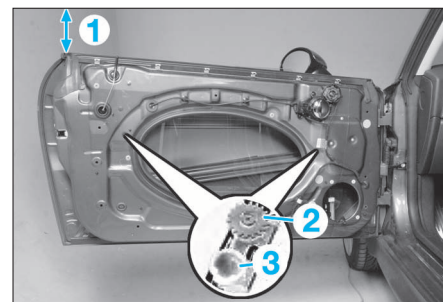

FIG. 35
- Abaisser la vitre jusqu'à une hauteur (1) de 220 mm (Fig.35).
- A l'aide de la clé n°51 3 240, déposer les fixations (2) (Fig.35) du mécanisme (3).